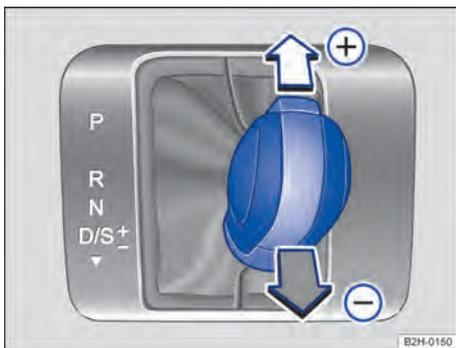

Fig. 93 Alavanca seletora na posição Tiptronic (veículos com direção à esquerda). Veículos com direção à direita são espelhados.
2. Mover a alavanca seletora para frente (+) ou para trás (-) para aumentar ou diminuir a marcha → Fig. 93.